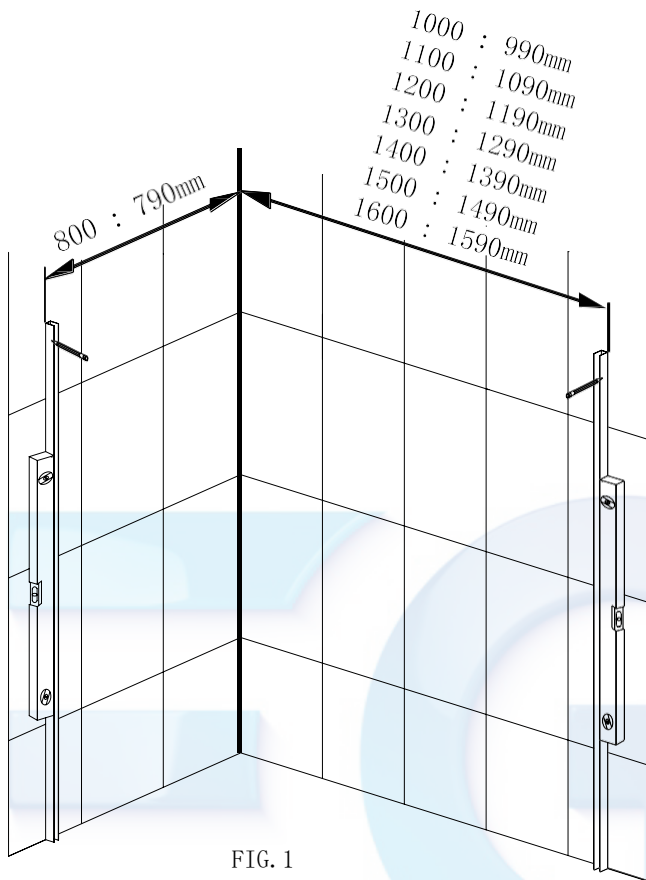

FIG. 1
- 1) Puneți profilele de conectare la perete (2) pe perete sau pe tava de duș, ajustând profilele pentru a vă asigura că este vertical. Marcați găurile pe perete. Ca în Fig. 1